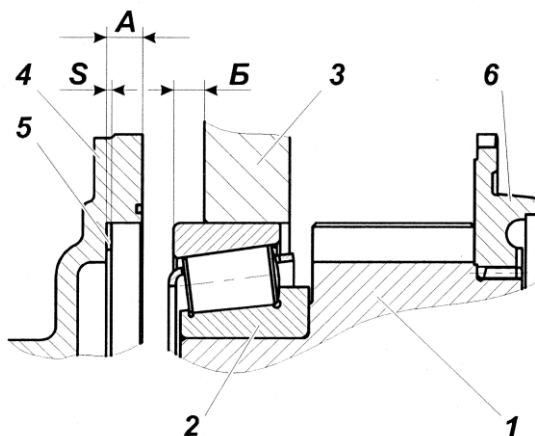

Рисунок 100:
Установить в расточку картера коробки передач первичный вал в сборе с прокладками подобранными по п. 1. рис. 100.
5.6 Замерить размер Б рис. 100, (между торцами картера коробки передач и наружного кольца подшипника) при этом, гнездо заднего подшипника вторичного вала должно быть плотно (под усилием собственного веса вторичного вала) прижато через установочные прокладки к торцу зубчатой муфты демультипликатора; первичный вал должен быть плотно (под усилием собственного веса) прижат через установочные прокладки к торцу наружного кольца переднего подшипника вторичного вала, а наружное кольцо заднего подшипника первичного вала - к роликам.